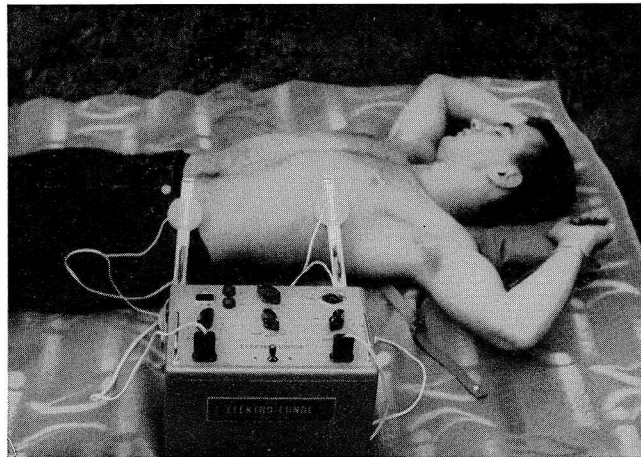

Bild 1
2. **Vor Inbetriebnahme** wird das Gerät zweckmäßig so neben den Verunglückten gestellt, daß die Bezeichnung „Einatmung“ kopfwärts und die Bezeichnung „Ausatmung“ fußwärts zeigen (Bild 1).